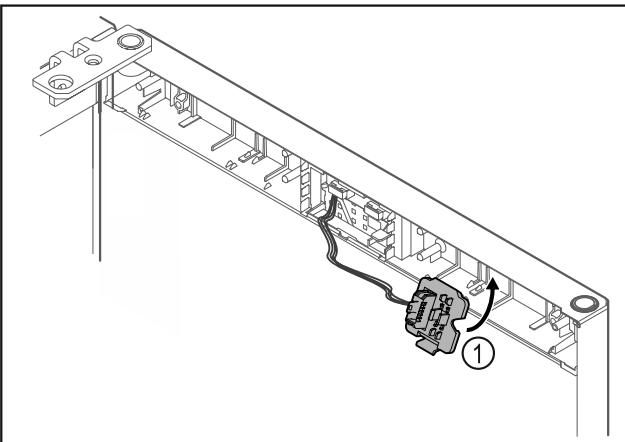

Fig. 21
- ▶ Nofiksējiet spraudņa turētāju Fig. 21 (1) pretējā pusē.